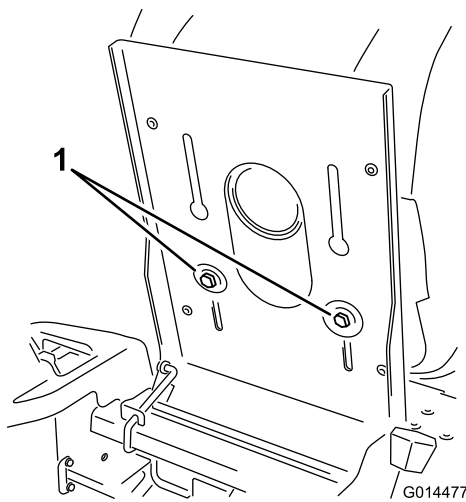

Figure 21
1. Soulevez le siège et desserrez les boulons de réglage jusqu'à ce que vous puissiez déplacer le siège (Figure 21).